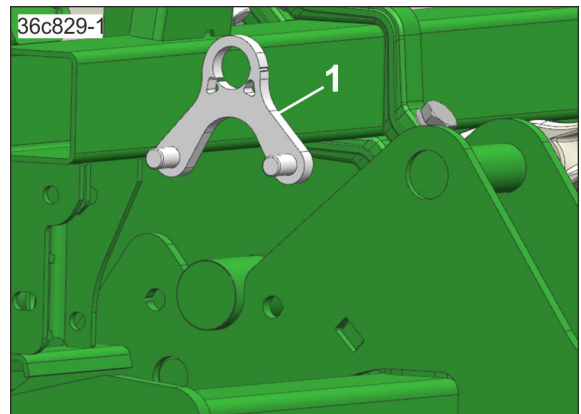

Рис. 135
- 8.4 Снимите оба соединительных элемента (Рис. 135/1).